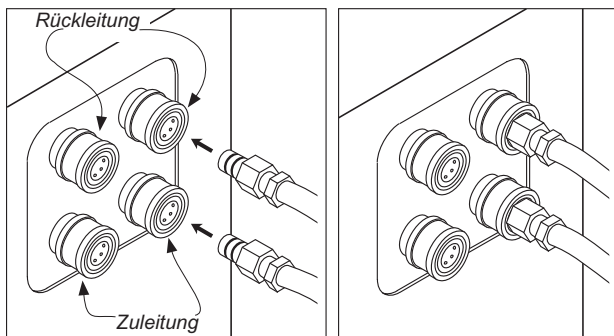

Abbildung 5 – Schnelltrenverbindungen
- I. Eine Schnelltrennverbindung an den **oberen** Geräteanschluß und eine andere Schnelltrennverbindung an den **unteren** (Abb. 5, S. 7) Geräteanschluss anschließen. Drücken Sie jede Haltemanschette zum Gehäuse und setzen Sie die Schnelltrennverbindung ein. Halten Sie die Armatur, damit die Haltemanschette zurückschnappt. Ziehen Sie am Schlauch, um zu überprüfen, ob die Verbindung sicher zustande gekommen ist.